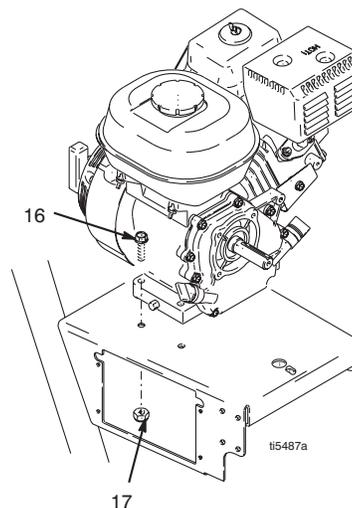

图 13
3. 图 13. 从发动机的基座卸下两个防松螺母 (17) 和螺钉 (16)。
2. 图 13. 将两个螺钉 (16) 装到发动机的基座上，用防松螺母 (17) 固定。用 26 磅英尺 (22.6 Nm) 的扭力拧紧。
- 图 13. 卸下 2 个螺钉 (71) 并翻下盖子 (130a)。